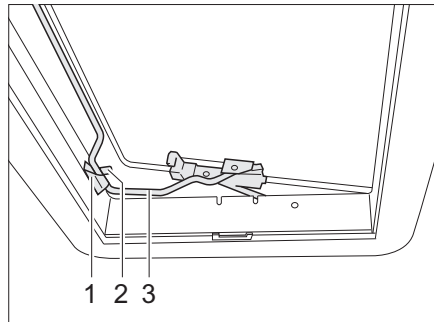

Fig. 53 Lanterneau Heki en position de ventilation 2
- Insérer l'étrier (Fig. 53,3) dans le support (Fig. 53,1).
- Placer le levier (Fig. 53,2) sur l'étrier.